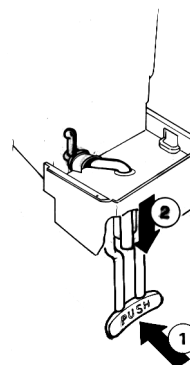

figura 15
- 4 - Premere (1) la leva comando rubinetto e tirare verso il basso (2) l'estremità del gommino rubinetto fino ad assestarlo completamente (vedere figura 15).